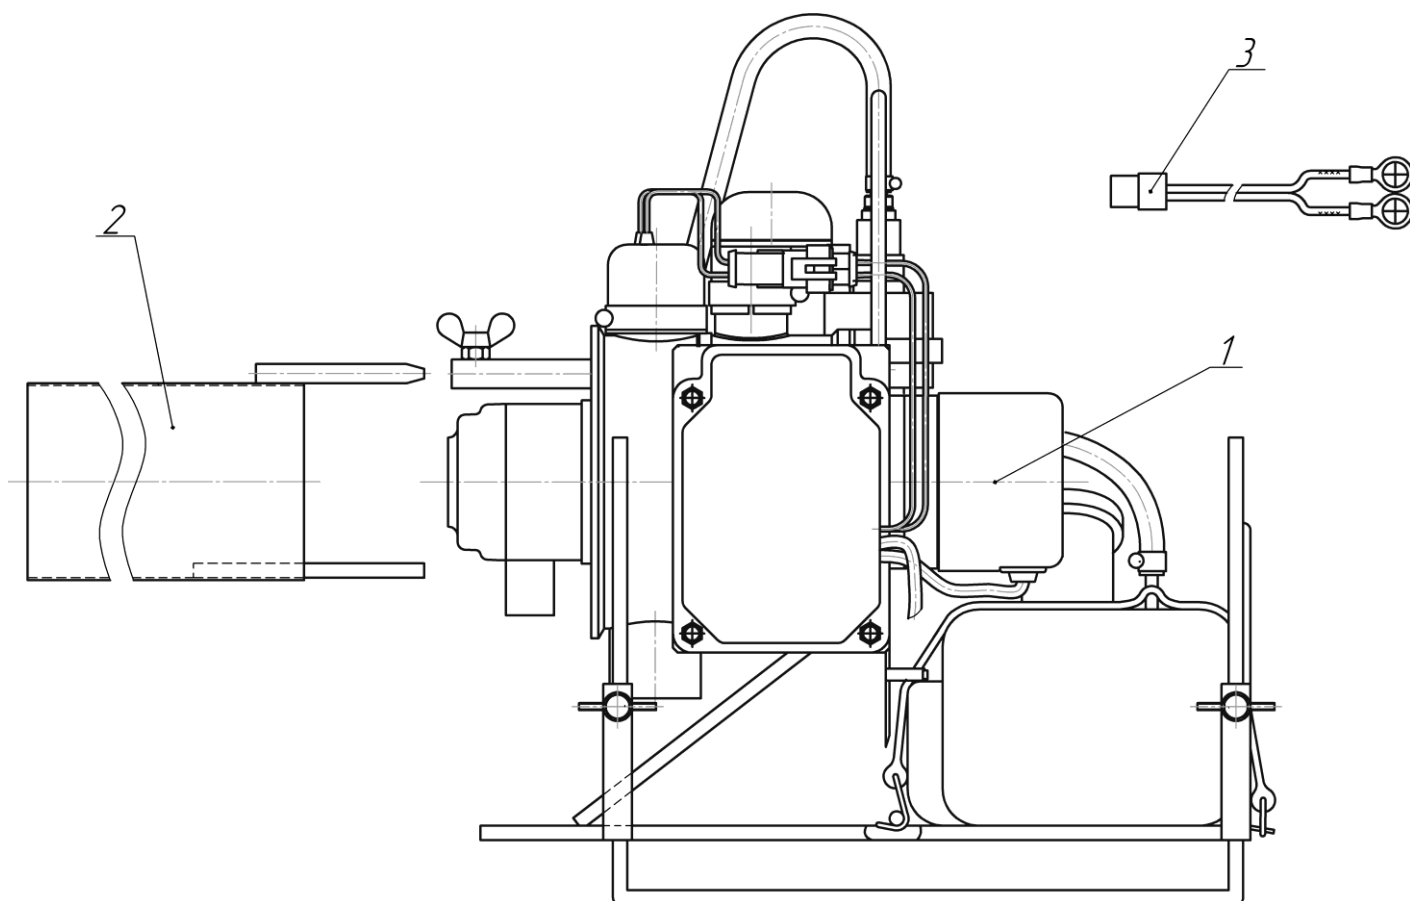

Рис.1- Схема деления обогревателя
- 1) Состав **обогревателя** согласно схеме деления изделия, на составные части представлен на рис. 1 и перечню деталей и сборок – таблица 1.